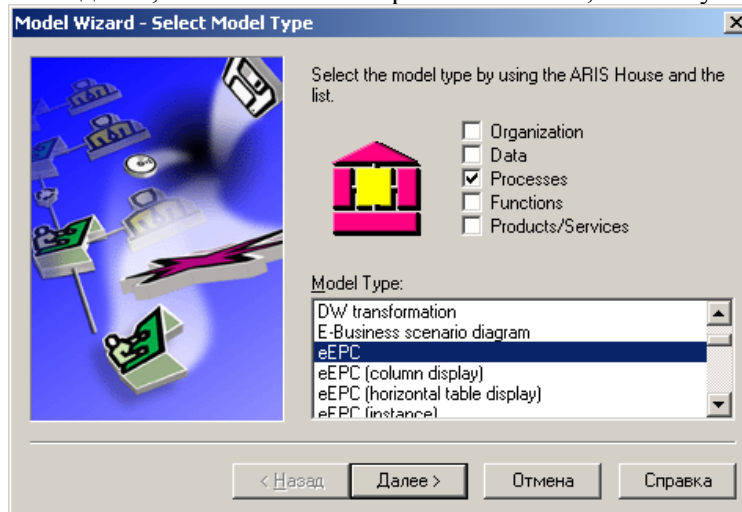

Рис. 14. Окно выбора типа модели
1. В созданной ранее базе данных *easymb* создайте новую модель. Для моделирования описанного выше процесса выберите тип модели *eEPC* (рис. 14).